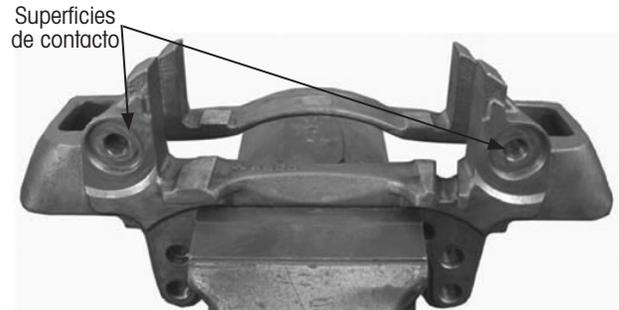

Figura 51: Superficies de contacto del perno guía
1. **Coloque** el caliper de frenos en el porta caliper con los pernos guía alineados con las superficies de contacto (Figura 65 y Figura 51 en la página 25).